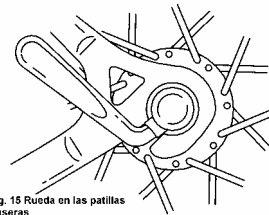

Fig. 15 Rueda en las patillas traseras
- (3) Coloca la cadena en el piñón más pequeño, y coloca el eje de la rueda en las patillas del cuadro y tira sobre la rueda para insertarla a fondo. (Fig. 15)
- (4) Aprieta con la mano el tornillo de ajuste contra la patilla del cuadro, y empuja la maneta hacia la parte delantera de la bici para que este paralela a las vainas o a los tirantes, con el lado cóncavo hacia la rueda (Fig. 15)